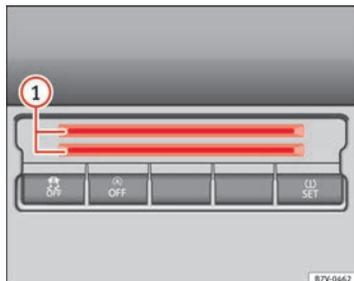

Fig. 107 Parte inferior de la consola central: compartimento para tarjetas.
En la parte inferior de la consola central hay un compartimento ⇒ fig. 107 ① para depositar monedas, tarjetas, resguardos de aparcamiento o similares.